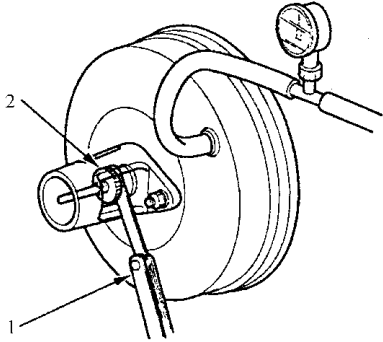

图 8-33 测量推杆间隙
4) 如图 8-33 所示, 用塞尺测量仪表体与调整螺母之间的间隙。如果仪表体与调整螺母之间的间隙为 0.4mm, 推杆与活塞之间的间隙为 0mm。但是, 如果仪表体与调整螺母之间的间隙为 0mm, 而推杆与活塞之间的间隙等于或大于 0.4mm 时, 则必须调整并重新检查其间隙。间隙: 0.4mm。